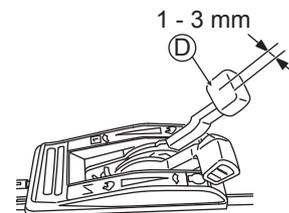

Abb. 26
Justieren Sie das Spiel des Ganghebels (D), wie in Abb. 26 dargestellt, auf 1 - 3 mm.
3. Starten Sie den Motor und vergewissern Sie sich, dass die Geschwindigkeit sich ändert, wenn der Ganghebel (D) betätigt wird.